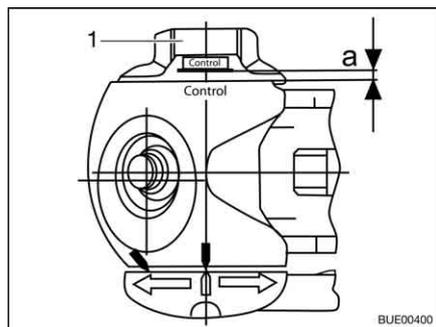

Fig. 201 Contrôle d'usure
- Tourner la molette de réglage (Fig. 201,1) vers la position de fermeture jusqu'à ce que vous ressentiez et entendiez le grincement du limiteur de couple. Sens de la rotation : Dans le sens des aiguilles d'une montre.
- Distance $a > 0$ (Fig. 201) : Usure à l'intérieur de la zone autorisée.